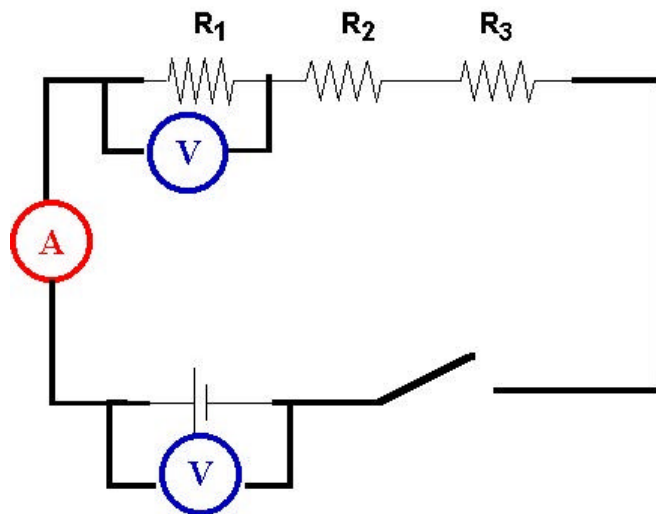

Figura 2: Circuito en serie.
- ③ Conecte las mismas resistencias, pero esta vez en serie, tal como lo indica la figura 2.
- ④ Mida los potenciales de cada resistencia, incluyendo la fuente. Verifique que el multímetro esté en el modo voltímetro y escalas apropiadas (a modo de ejemplo vea en la figura la conexión del voltímetro).
- ② ¿Cómo podría Ud. comprobar la Ley de Ohm a partir del circuito de la figura 2?. Demuestre a partir de sus mediciones experimentales.
- ③ ¿Qué porcentaje de error obtuvo para probar la primera Ley de Kirchhoff?.
- ④ ¿Qué porcentaje de error obtuvo para probar la segunda Ley de Kirchhoff?.